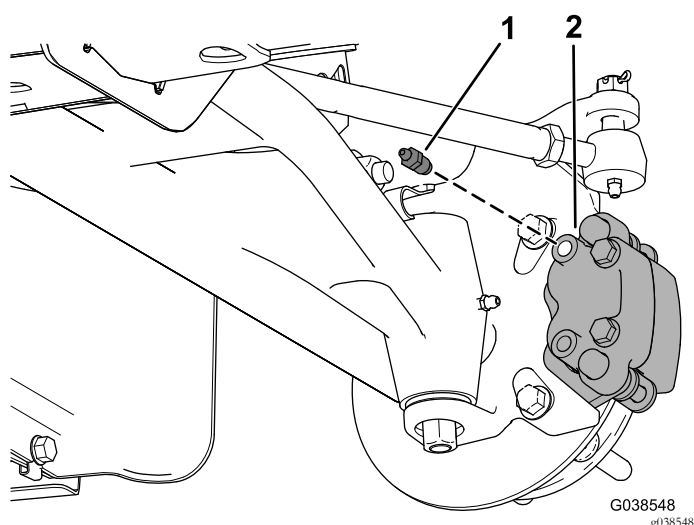

Figura 10
11. Montate la vite di spurgo nel foro superiore del gruppo delle pinze dei freni (Figura 10).